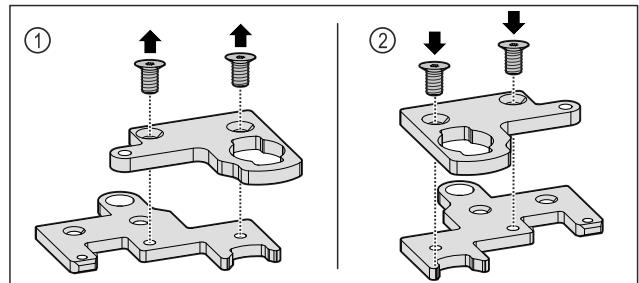

Fig. 35
- ▶ Demontujte dvojdielny uholník závesu. Fig. 35 (1)
- ▶ Opäť namontujte dvojdielny uholník závesu otočený o 180° . Fig. 35 (2)